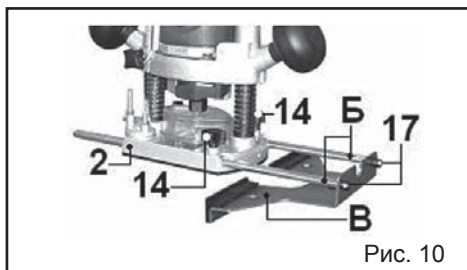

Рис. 10
7.6. Установка и регулировка параллельного упора (Рис.10).